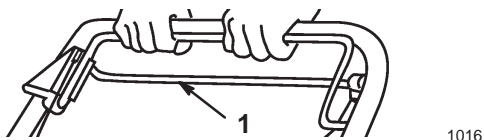

Figure 15
2. Pour débrayer la transmission d'autotraction, relâchez la barre de commande (Fig. 15).